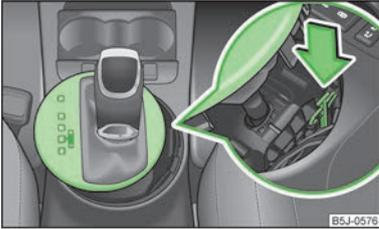

Fig. 88
- Presionar con un dedo la pieza de plástico amarilla en la dirección de la flecha » fig. 88.